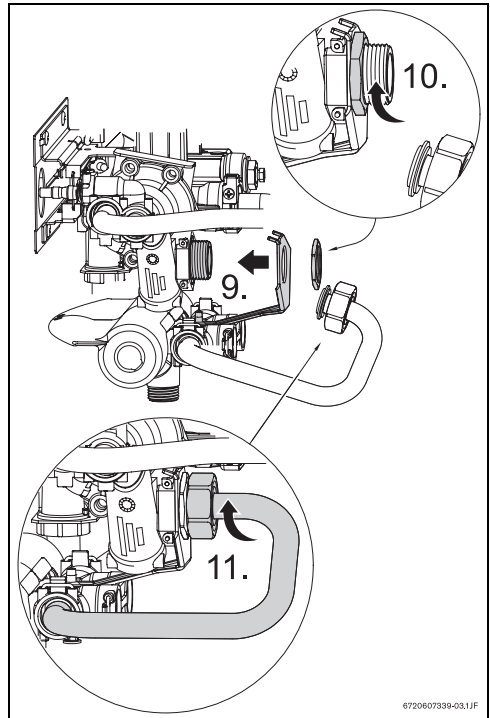

Fig. 3
- ▶ Poser la pièce accessoire sur l'appareil (→Fig. 3, pos. 9).
- ▶ Serrer à fond l'écrou (→Fig. 3, pos. 10).
- ▶ Effectuer le raccordement d'eau froide entre le mélangeur et l'appareil (→Fig. 3, pos. 11).